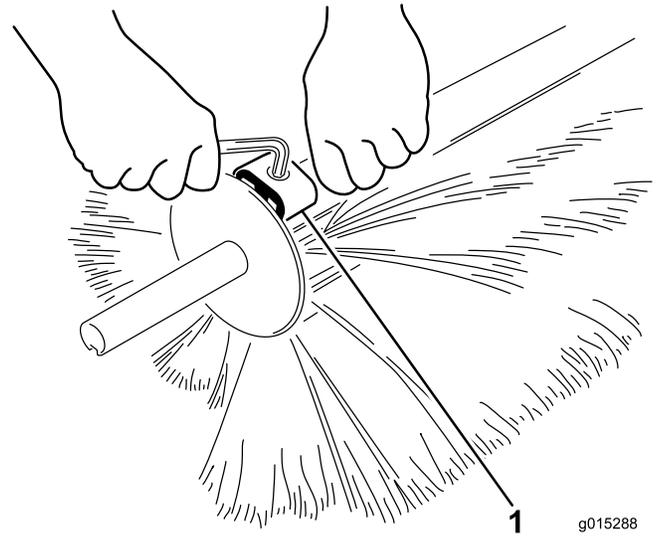

図 29
2. ブラシハーフのクランプを、六角レンチでゆるめて外す 図 29。